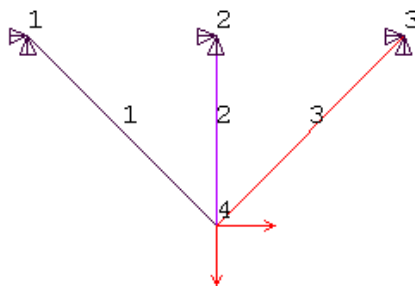

图12.30 施加约束条件
(11) 下面施加约束和荷载。单击 Main Menu>Solution>Define Loads>Apply>Structural>Displacement>On Nodes 菜单,弹出图形拾取对话框,在图形视窗中依次选择节点 1、2 和 3,单击【OK】按钮,接着弹出【Apply U,ROT on Nodes】对话框,选择【ALL DOF】,单击【OK】按钮。
(12) 单击 Main Menu>Solution>Define Loads>Apply>Structural>Force/Moment>On Nodes 菜单,在图形视窗中选择节点 4,单击【OK】按钮,弹出【Apply F/M on Nodes】对话框,在【Direction of force/mom】下拉列表框中选择【FX】,在【Force/moment value】文本框中输入【200000】,然后单击【Apply】按钮。
(13) 接着在【Direction of force/mom】下拉列表框中选择【FY】,在【Force/moment value】文本框中输入【-200000】,然后单击【OK】按钮。如图 12.30 所示。